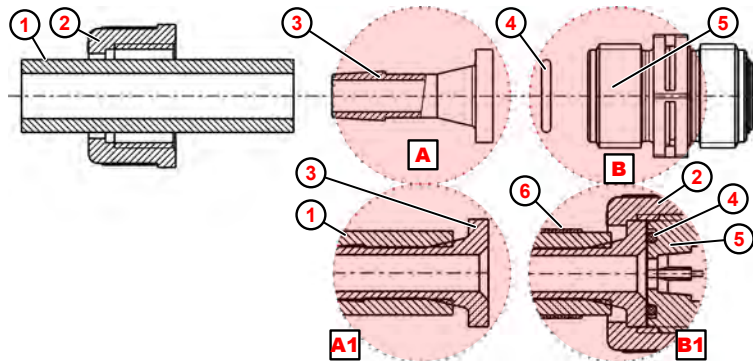

Fig. 9: Conexión para manguera y tubo con racor enchufable y abrazadera de manguera
1. ➤ Realizar un corte recto en la manguera ( Fig. 9 , ① ).
2. ➤ Empujar la abrazadera de la manguera ⑥ sobre la manguera ①
3. ➤ Empujar la tuerca de unión ② sobre la manguera ① .
4. ➤ Empujar la manguera ① hasta el anillo de tope del racor enchufable ③ (detalle A1).
5. ➤ Colocar la junta tórica ④ en la ranura de la válvula de descarga o aspiración ⑤ .
6. ➤ Apretar la tuerca de unión ② .
7. ➤ Deslizar la abrazadera de manguera ⑥ hacia abajo y apretarla (detalle B1).